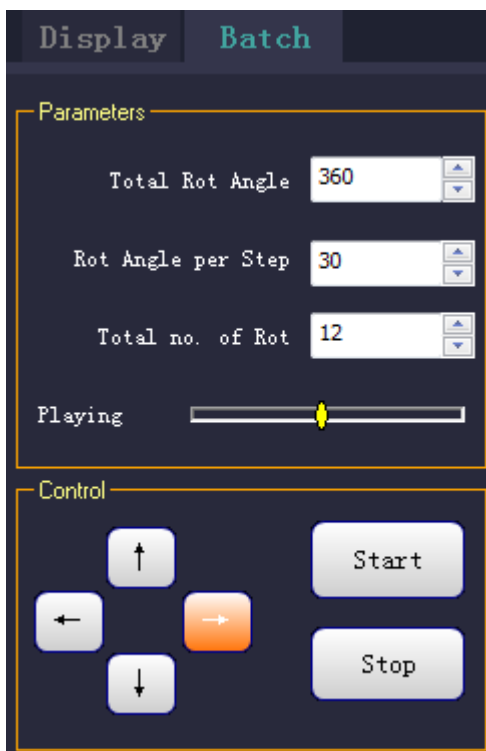

Рисунок7-17 Ввод 3D партии
1. Выбрать команду [3D→Batch] в интерфейсе [3D] для ввода 3D партии, как это показано на Рисунок7-17.